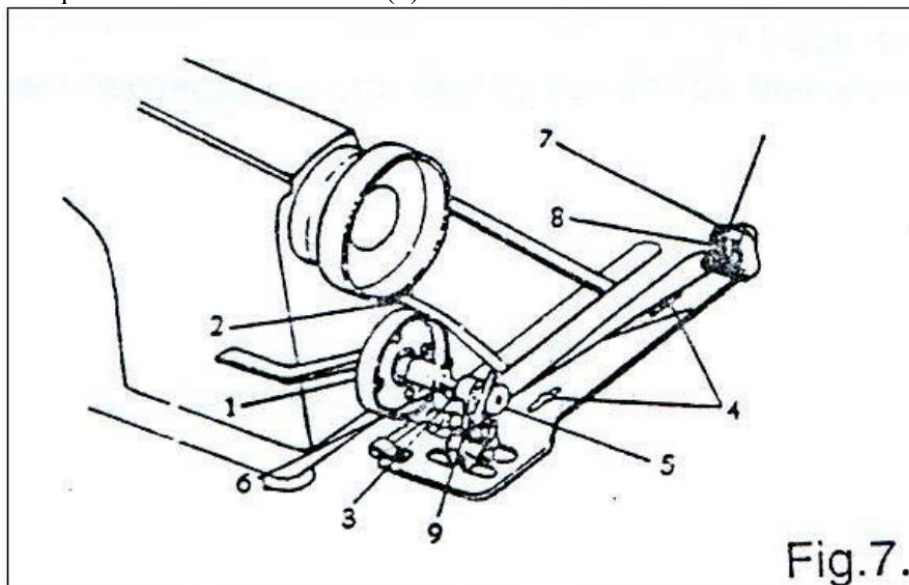

Fig.7.
| 9. Намотка нити на шпульку (Рис. 7) (20123/230) .....                               | 7  |
**9. Намотка нити на шпульку (Рис. 7) (20123/230)**